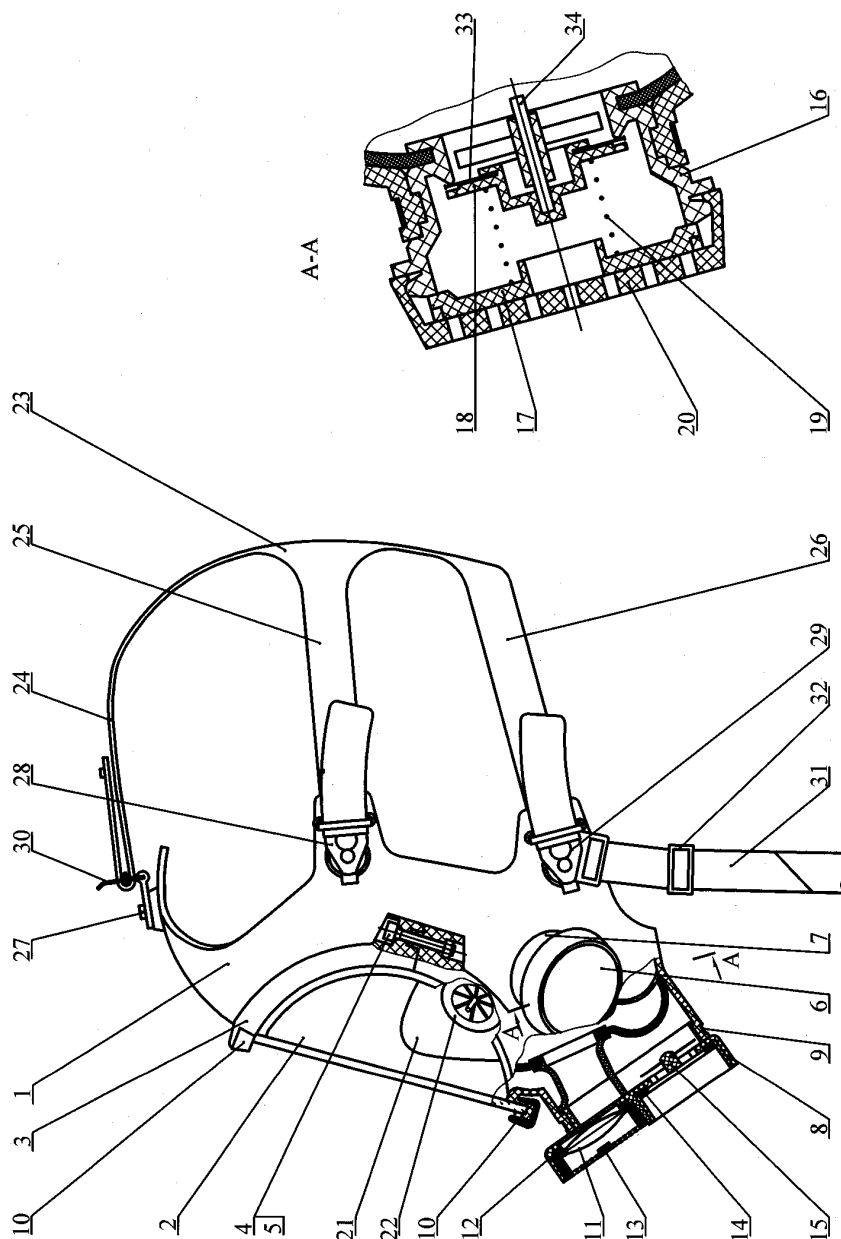

Рис. 1 Панорамная маска ПТС "Обзор"-Мр
Негерметично переговорное устройство.	Заменить уплотнительное кольцо 12 (рис. 1).
1.5.1 Маска (рис. 1) состоит из корпуса 1 с панорамным стеклом 2, закрепленным с помощью полуобойм 3 винтами 4 с гайками 5, двух клапанов выдоха 6, закрепленных на корпусе хомутами 7, и соединительной коробки 8, закрепленной на корпусе хомутом 9.